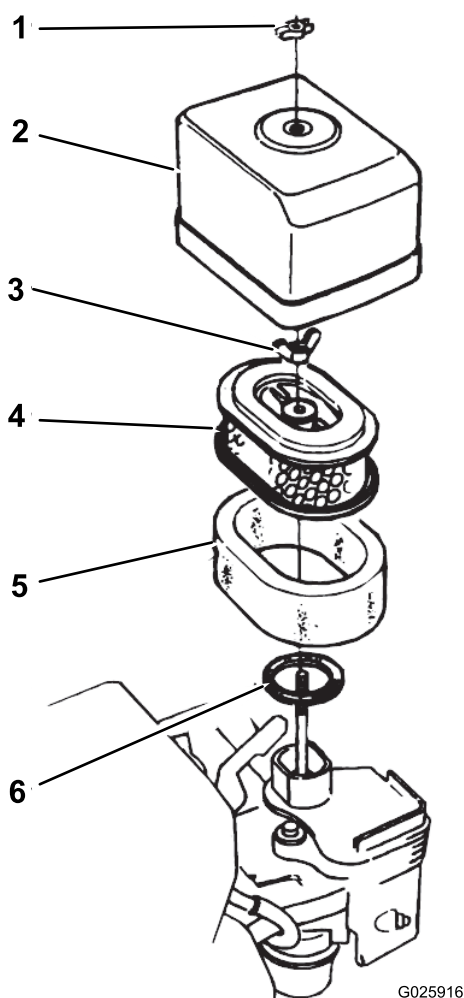

Figura 31
- Retire a porca de orelhas que fixa a cobertura do filtro de ar e retire a cobertura (Figura 31).
- Retire a porca do filtro de ar e retire o filtro (Figura 31).
- Retire o filtro de esponja do filtro de papel (Figura 31).